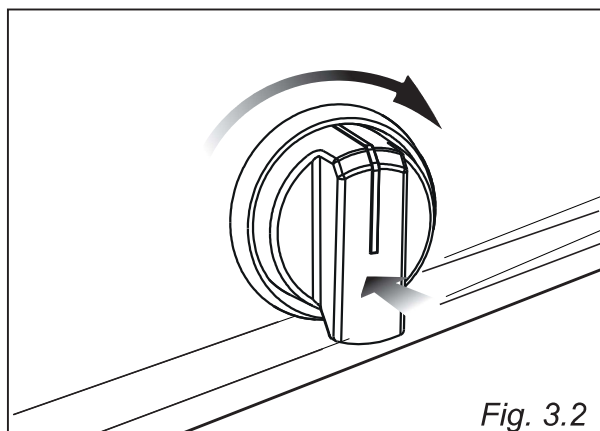

Fig. 3.2
1. appuyer sur la manette (fig. 3.2) et la faire tourner jusqu'à la position de débit maximum, puis continuer à appuyer sur la manette jusqu'à ce que l'allumage se fasse.